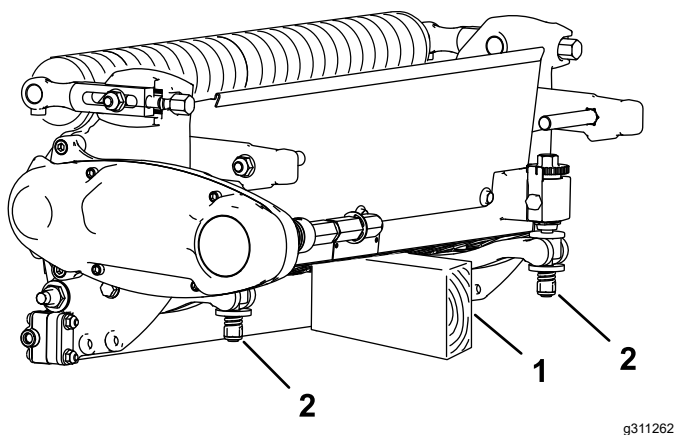

Figura 11
- Com a unidade de corte removida da máquina, coloque um apoio por baixo da traseira da unidade de corte para assegurar que as porcas nos parafusos de ajuste da extremidade traseira da barra de apoio não fiquem apoiadas sobre a superfície de trabalho (**Figura 11**).